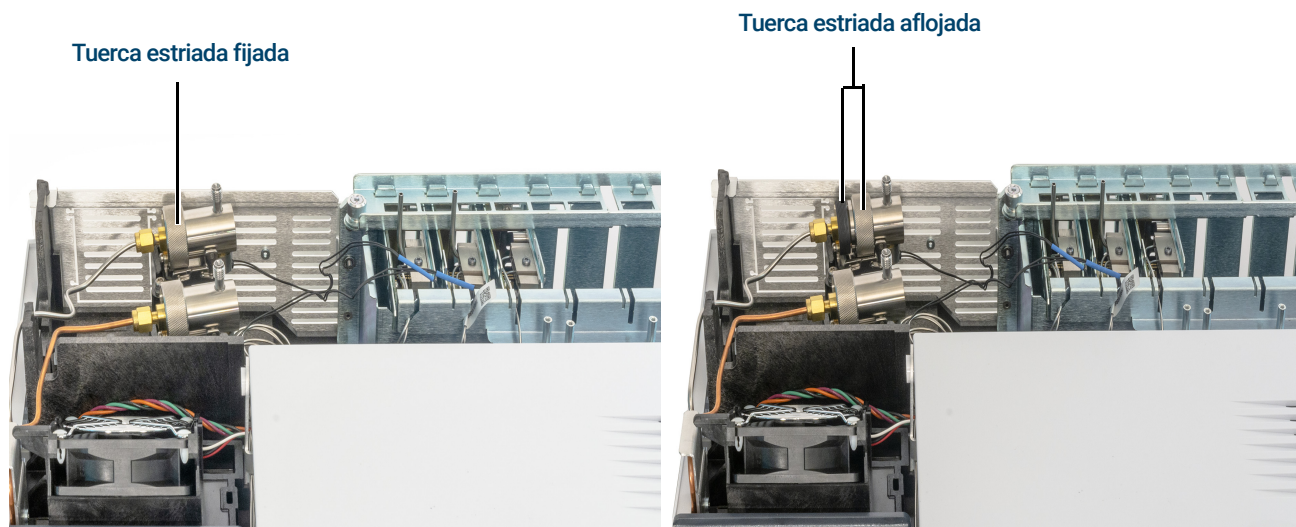

Figura 34. Afloje la tuerca estriada
- 4 Afloje por completo la tuerca estriada que fija la trampa de purga del split en su sitio, como se muestra en la **Figura 34**.